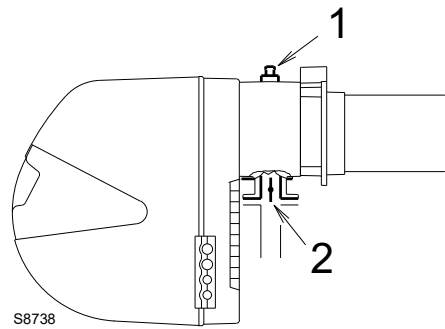

Fig. 23
Pression gaz mesurée à la prise 1)(Fig. 23), avec:
Perte de charge du papillon à gaz 2)(Fig. 23) avec ouverture maximale: 90°.
- soustraire de la pression du gaz à la prise 1)(Fig. 23) la pression chambre de combustion.
Pression du gaz à la prise 1)(Fig. 23) = 9,5 mbar
Par contre, pour connaître la pression du gaz nécessaire à la prise 1)(Fig. 23), après avoir fixé la puissance maximale de fonctionnement du brûleur:
- Lire la pression à la prise 1)(Fig. 23) sur la droite, colonne 1.
pression nécessaire à la prise 1)(Fig. 23).